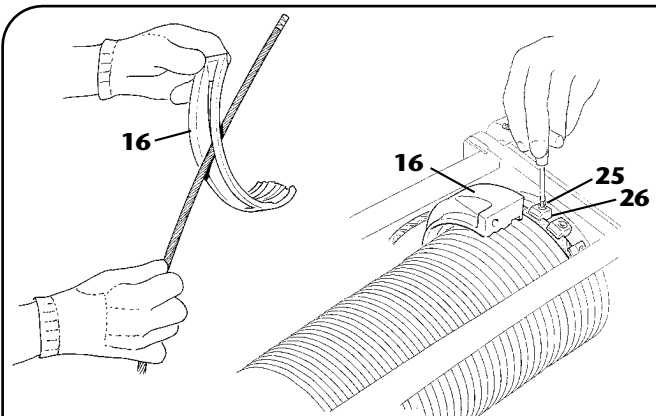

fig. 197
4. Inserire la nuova fune nella feritoia della semighiera -16- e bloccare il capo della fune stessa con i tre morsetti stringifune -26- serrando a fondo le rispettive viti -25- (fig. 197).